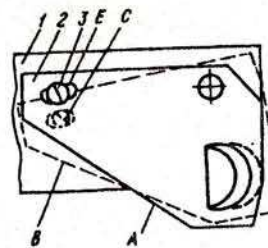

Рис.5. Схема расположения ограничителя двери (вид снизу):
5.9. Дверь морозильника открывается на  $90^\circ$ . При желании можно увеличить угол открывания двери до  $120^\circ$ . Для этого выверните винт 3 (рис.5), переведите ограничитель 2 в положение В, совместив отверстие В с отверстием С в двери морозильника, и закрепите это положение ограничителя винтом. Одновременно с винтом переносится и имеющаяся под головкой винта шайба.